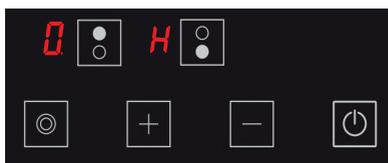

Abbildung 13
3. Wenn eine Kochstelle nach 20 Sekunden noch heiß ist, wird das **H** Symbol angezeigt, bis die Temperatur der entsprechenden Kochstelle niedriger als +60 °C ist. (siehe Abb. 13) Es wird kein Symbol angezeigt, wenn die Kochstelle ausgeschaltet ist und die entsprechende Kochstelle nicht heiß ist.